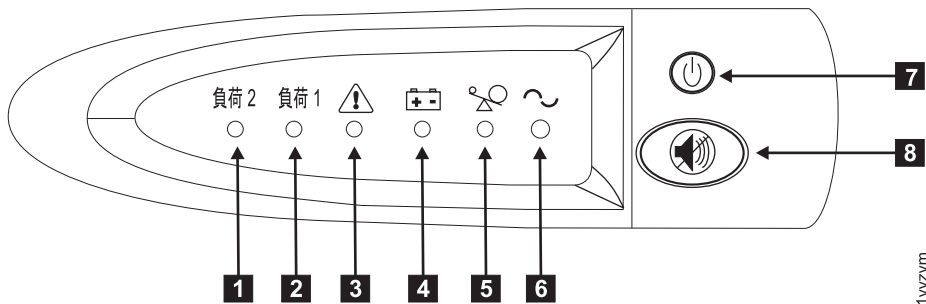

図 311. 2145 UPS-1U フロント・パネル・アセンブリー
- 2145 UPS-1U の電源をオンにするために、オン/オフ・ボタン (図 311 の **2**) を押したままの状態にします。2145 UPS-1Uの一部のバージョンでは、オン/オフ・ボタンを押すために、ねじ回しのような先の尖った道具が必要な場合があります。2145 UPS-1U は自己診断テストを行います。これには約 5 秒かかります。その後で、電源オン・インディケータ **1** と負荷インディケータ (**7** および **8**) が恒常的に点灯し、2145 UPS-1U が SAN ボリューム・コントローラーに電源を供給していることを示します。2145 UPS-1U は、通常モードのときにバッテリーの充電を開始します。